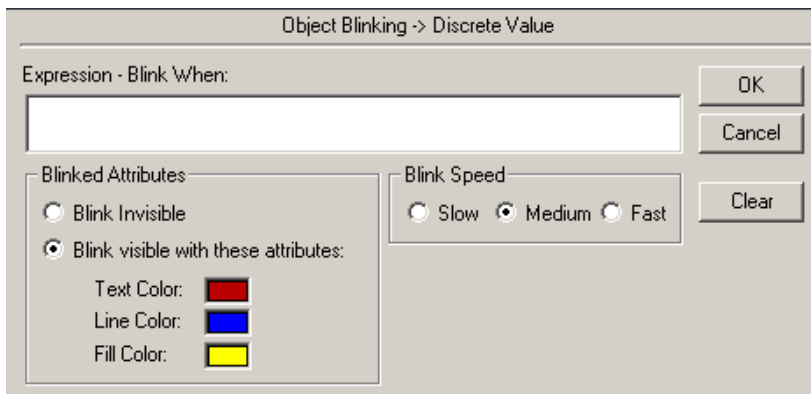

Рис. 47. Диалог настройки мерцания объекта.
- **Мерцание (Blinking)** - вызывает мерцание объекта при определенном значении дискретного тэга или выражения (рис. 47).